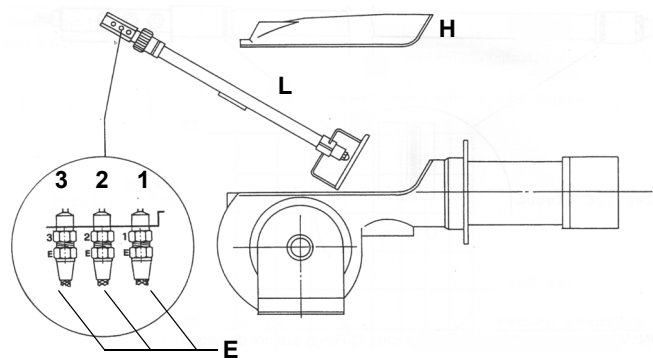
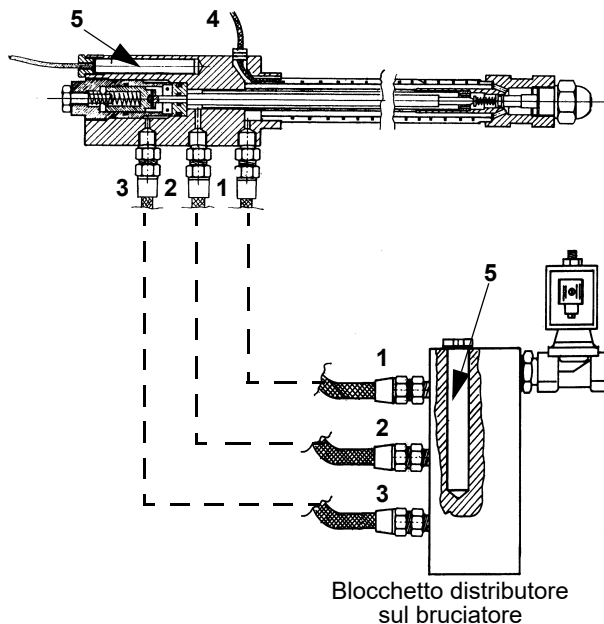

Fig. 17
Fig. 18
- Svitare i connettori nafta E (Fig. 17) che fissano i flessibili nafta alla lancia L e rimuovere il gruppo completo come mostrato in e Fig. 18.